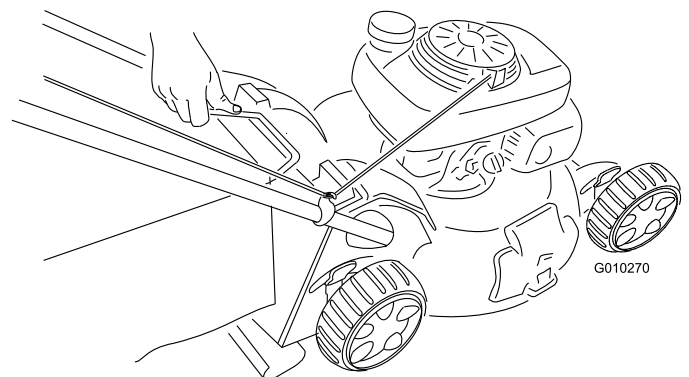

Figura 32
2. Retire el asa de la bolsa de recortes de las ranuras de la parte superior del cortacésped y retire la bolsa del cortacésped (Figura 32).